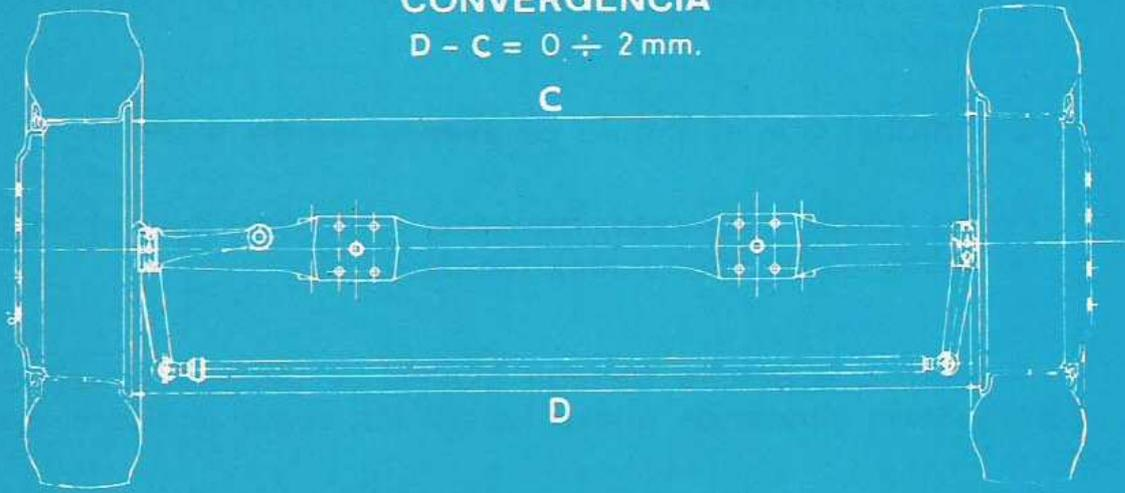

Fig. 9.2. - Verificación de los ángulos de caída y de avance
9.2 ALINEACION DE LAS RUEDAS ANTERIORES (fig. 9.2)